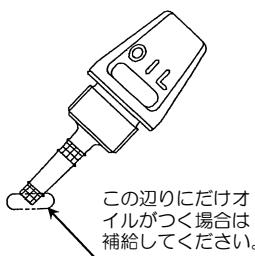
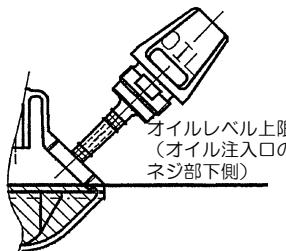

図1
図2
- エンジンを水平にし、オイルゲージをはずし、ゲージの上限・下限マークの範囲内にオイルがあるか点検してください。不足している場合(特に、オイルゲージをクランクケースに差し込んだ状態(ねじ込みしない)で、ゲージの先にしかオイルがつかない場合(図1))は、新しいオイルを図2の位置まで補給してください。
- (1) エンジンを水平にし、オイルゲージをはずしてください。
- (2) オイルを注入口の口元まで補給してください。(前ページ図2)